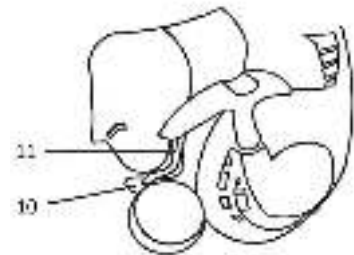

Рис. 1
### УСТРОЙСТВО БЕНЗИНОВОГО ВОЗДУХОДУВА (Рис. 1)
**ШАГ 1.** Залейте топливную смесь в бак и надежно закрутите крышку. Рычаг воздушной заслонки переведите в положение «закрыто» (стр. 8, рис. 1). На ручке управления установите зажигание в положение «I».
**ШАГ 2.** Нажмите 5-7 раз на кнопку праймера для заполнения карбюратора топливной смесью (стр. 8, рис. 1). Положите воздуходув на устойчивую поверхность на безопасном расстоянии от окружающих предметов и людей.